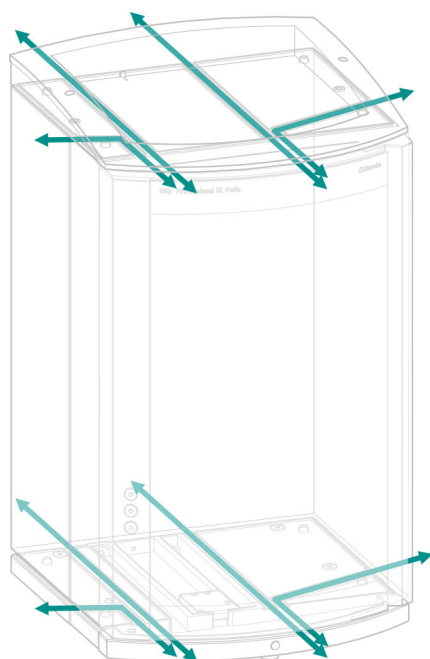

Figure 5 Canaux pour capillaires
- canaux entre l'appareil et le bac de fond ainsi qu'entre l'appareil et le support de flacons (*voir Figure 5, page 14*)